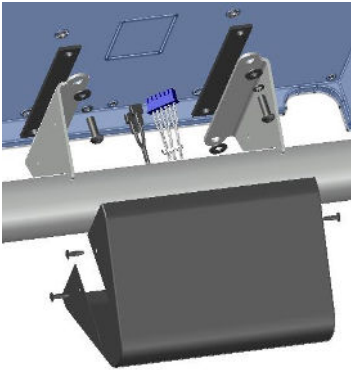

Figura 5-3
5. Conecte la consola a los soportes de la consola con el hardware suministrado en el orden que se muestra en la Figura 5-3. Asegúrese de que las almohadillas de goma estén colocadas entre la superficie de montaje de acero y la parte posterior de la consola. Apriete los tornillos de manera uniforme.
6. Coloque la cubierta negra y alinee los orificios del lateral del soporte con los de la cubierta. Asegure la cubierta con (4) tornillos n.º 10-32.